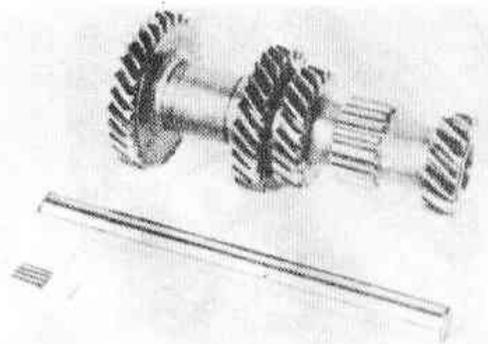

Рис. 6.21. Блок шестерен промежуточного вала коробки передач типа С (Разд. 7)
9. *Коробка передач типа С.* Промежуточный вал этой коробки имеет по 20 игл в подшипнике с каждого конца. Все иглы и четыре дистанционных шайбы имеют одинаковый размер (Рис.6.21).